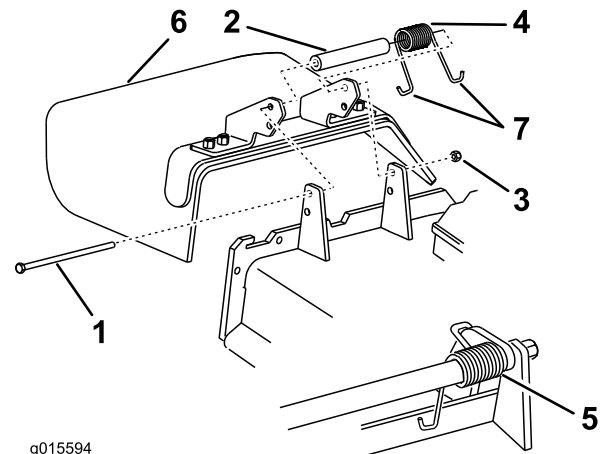

Bild 43
1. Haken Sie eine Ende der Feder hinter die Kante des Mähwerks und die das andere Ende am Ablenkblech (Bild 43).
2. Befestigen Sie das Ablenkblech mit der Schraube und Mutter am Mähwerk (Bild 43).
3. Führen Sie das J-förmige Hakenende der Feder um das Ablenkblech (Bild 43).